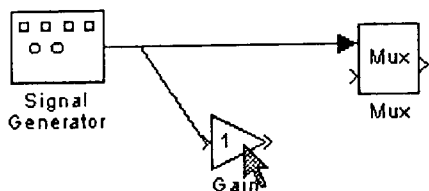

图 6-16
(2) 在按住鼠标按钮的同时,按住 Ctrl 键,然后拖动鼠标到 Gain 模块的输入端口,如图 6-16 所示。